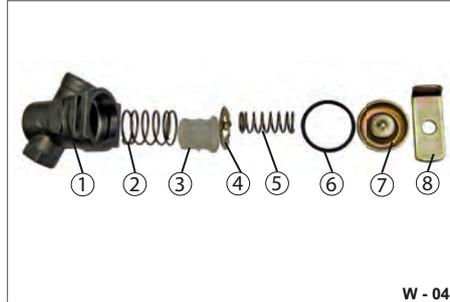

Abb. 48 Leitungsfilter, zerlegt
- ▶ Mit einem Schraubendreher den Deckel (Abb. 48/7) nach unten drücken und Winkel (Abb. 48/8) herausziehen.
- ▶ Beide Federn (Abb. 48/2 & Abb. 48/5), die Dichtung (Abb. 48/6), das Zwischenblech (Abb. 48/4) und den Filter (Abb. 48/3) herausnehmen.
- ▶ Filtergehäuse (Abb. 48/1) mit einem sauberen, trockenen Lappen reinigen.
- ▶ Filter (Abb. 48/3) reinigen. Filter bei starker Verschmutzung bzw. Beschädigung erneuern.
- ▶ Dichtung (Abb. 48/6) auf Beschädigungen, Vorhandensein prüfen. Beschädigte Dichtungen ersetzen.
- ▶ Kleine Feder (Abb. 48/6) auf die Laschen des Zwischenblechs legen.
- ▶ Deckel (Abb. 48/8) daraufsetzen.